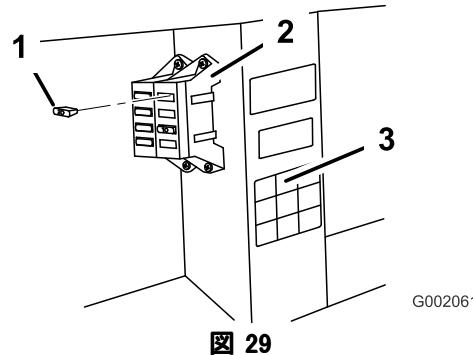

図 29
**注** ヒューズ・ブロックのワイヤがハーネスの赤/黒色ワイヤにつながっていることを確認してください（図 29）。